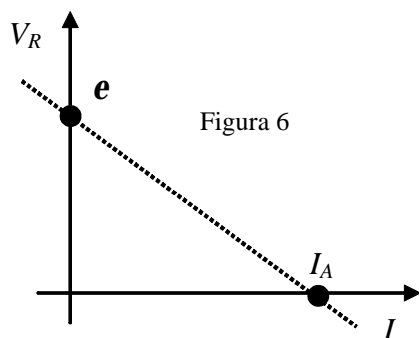

Figura 6
Com es veu a la figura 6, la recta de càrrega talla l'eix de les tensions ($I = 0$) per al valor $V_R = e$, i l'eix de les intensitats ($V_R = 0$) pel valor del corrent $I = e / (r + R_A + R_{fils})$, que és l'expressió de la intensitat I_A de la fórmula (4). Per determinar els valors dels paràmetres e i $(r + R_A + R_{fils})$, que caracteritzen la recta de càrrega, es pot fer gràficament o bé amb un ajust per mínims quadrats (regressió lineal).